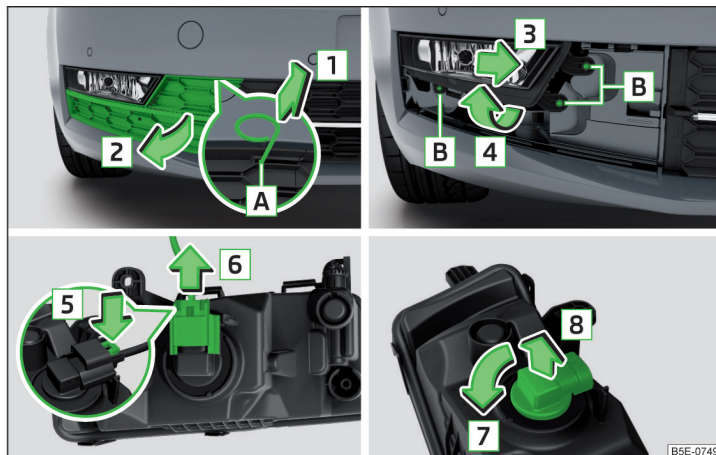

Fig. 360 Démontage du feu antibrouillard/remplacement de l'ampoule - variante 1
- Insérer l'étrier dans l'orifice **A** pour retirer les enjoliveurs intégraux de roue » fig. 360.
- Insérez le feu anti-brouillard dans le sens inverse de la flèche [4] » fig. 360, déplacez-le et vissez-le dans le sens inverse de la flèche [3].